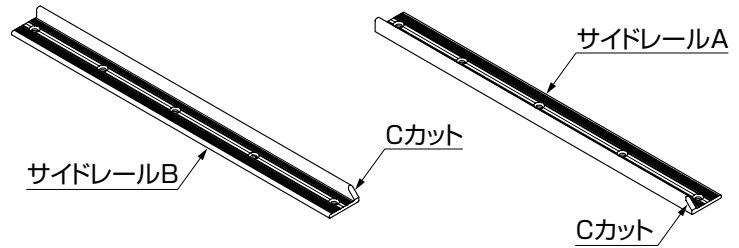

図9-8
- ① サイドレールにはCカットを片側のみ加工しています。(図9-8参照)